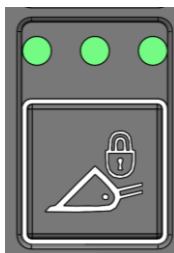

Рисунок 3.80. Кнопка блокировки гидросистемы привода рабочего оборудования
- ▶ заблокировать гидравлическую систему привода рабочего оборудования, нажав кнопку (рис. 3.80) в блоке кнопок управления 1.